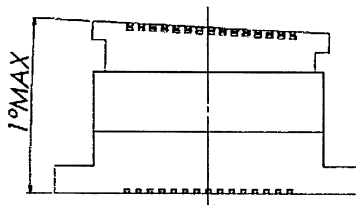
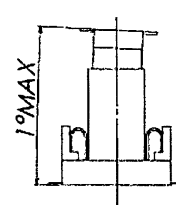

図 3/Fig.3
図 4/Fig.4
- ・嵌合時の許容角度は図3～図4になりますので、記載角度以下で使用して下さい。
/Please mate below the angle of the figure 3,4.